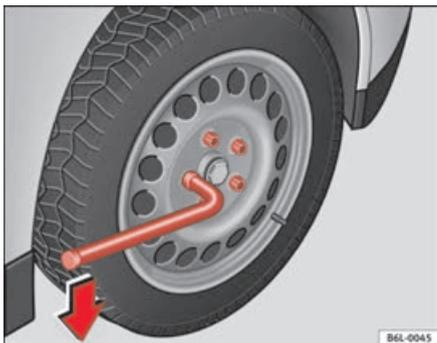

Fig. 142 Substituição de uma roda: desapertar os parafusos das rodas
- Pegue na chave pela sua extremidade e rode o parafuso cerca de uma volta para a **esquerda** ⇒ fig. 142.